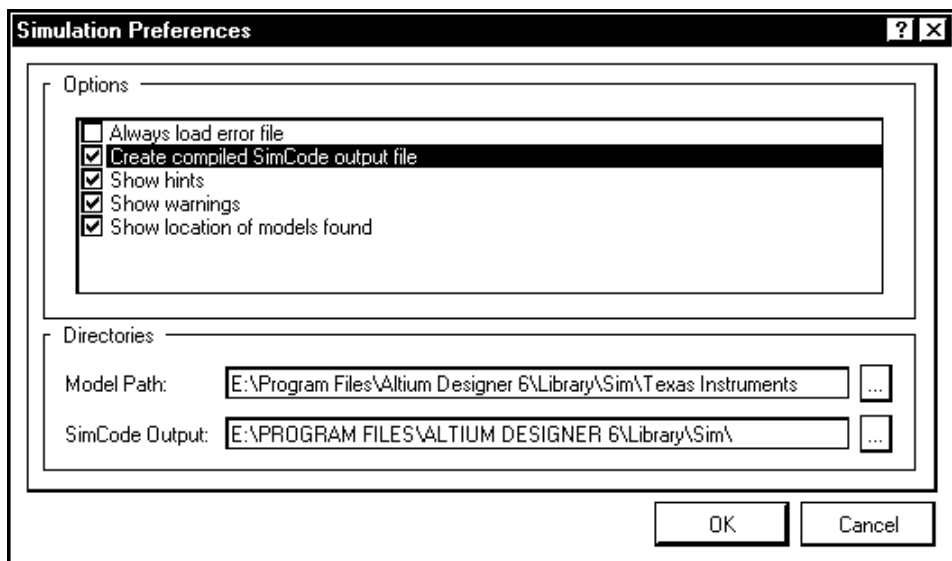

Рис. 9.46. Окно выбора пути к каталогу XSPICE-моделей
- {MODEL_PATH}LS.SCB — конструкция, являющаяся указателем пути к текстовому файлу модели *.txt или, как в данном примере, к файлу компилированной библиотеки SimCode-моделей LS.SCB. Указатель пути {MODEL_PATH} назначается в диалоге настройки режимов анализа: щелчком на кнопке **Preferences** в диалоговом окне **Analyses Setup** открывается окно **Simulation Preferences** (рис. 9.46). В поле **Model**